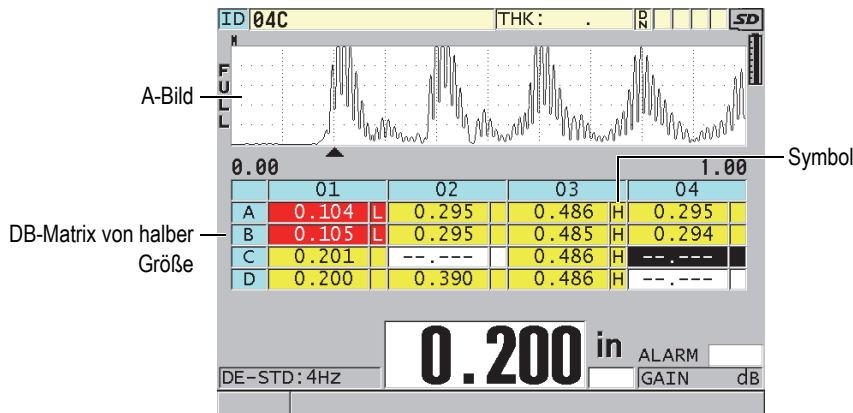

Abbildung 10-8 Beispiel für DB-Matrix von halber Größe
Die Datenbankmatrix (DB-Matrix) ist eine tabellarische, zweidimensionale Darstellung von Daten. Mit dieser Darstellungsart können Sie sich in allen Richtungen frei in einer Matrix bewegen, statt einer festgelegten Liste von ID-Nummer folgen zu müssen. Anstatt eine automatisch erhöhte ID-Reihe zu durchlaufen, können Sie mit den Pfeiltasten zu einer beliebigen Stelle gelangen. Es können das A-Bild, die DB-Matrix und der Messwert gleichzeitig angezeigt werden (siehe Abbildung 10-8 auf Seite 176). Mit den Matrixzellen können auch Symbole angezeigt werden, oder Hintergrundfarben, die dem Bereich entsprechen, in dem der Messwert liegt.
8. Stellen Sie unter **SYMBOL (Zelle)** ein, welches Messsymbol in den Datenzellen der DB-Matrix angezeigt wird. Es kann nur ein Symbol angezeigt werden. Das Messsymbol ist ein Buchstabe, der in einem kleinen Feld rechts der Dicke in der Datenzelle erscheint (siehe Abbildung 10-8 auf Seite 176). Folgende Optionen stehen zur Verfügung: